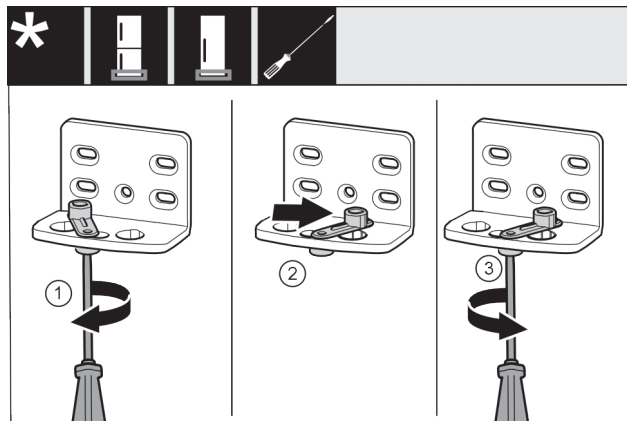

Fig. 19 *
- Vijake Fig. 19 (1) rahlo privijte z izvijačem.*
- Privzdignite pripomoček za zapiranje vrat Fig. 19 (2) in ga v luknji zavrtite za 90° v desno.*
- Zategnite vijak Fig. 19 (3) z izvijačem.*